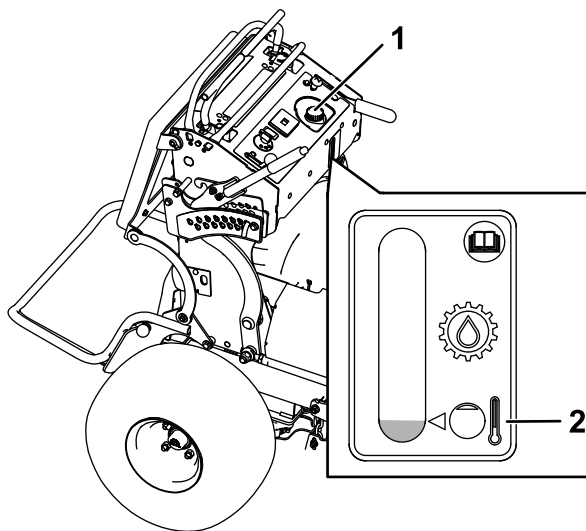

Figura 77
4. Limpe a zona em redor da tampa e do tubo de enchimento do depósito hidráulico (Figura 77).
5. Retire a tampa do tubo de enchimento (Figura 77).